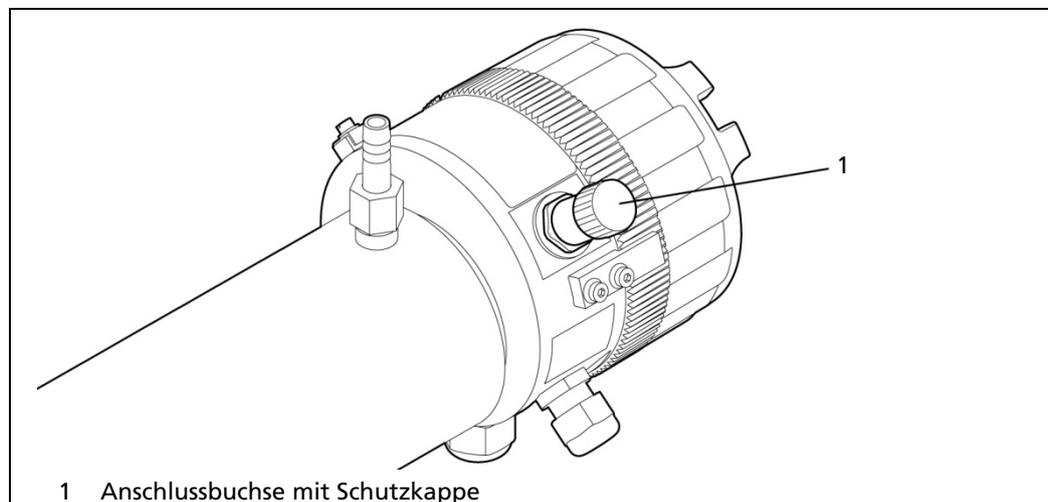

Abb. 40 Anschlussbuchse
7. Schrauben Sie die Anschlussbuchse ein (siehe Abb. 40).